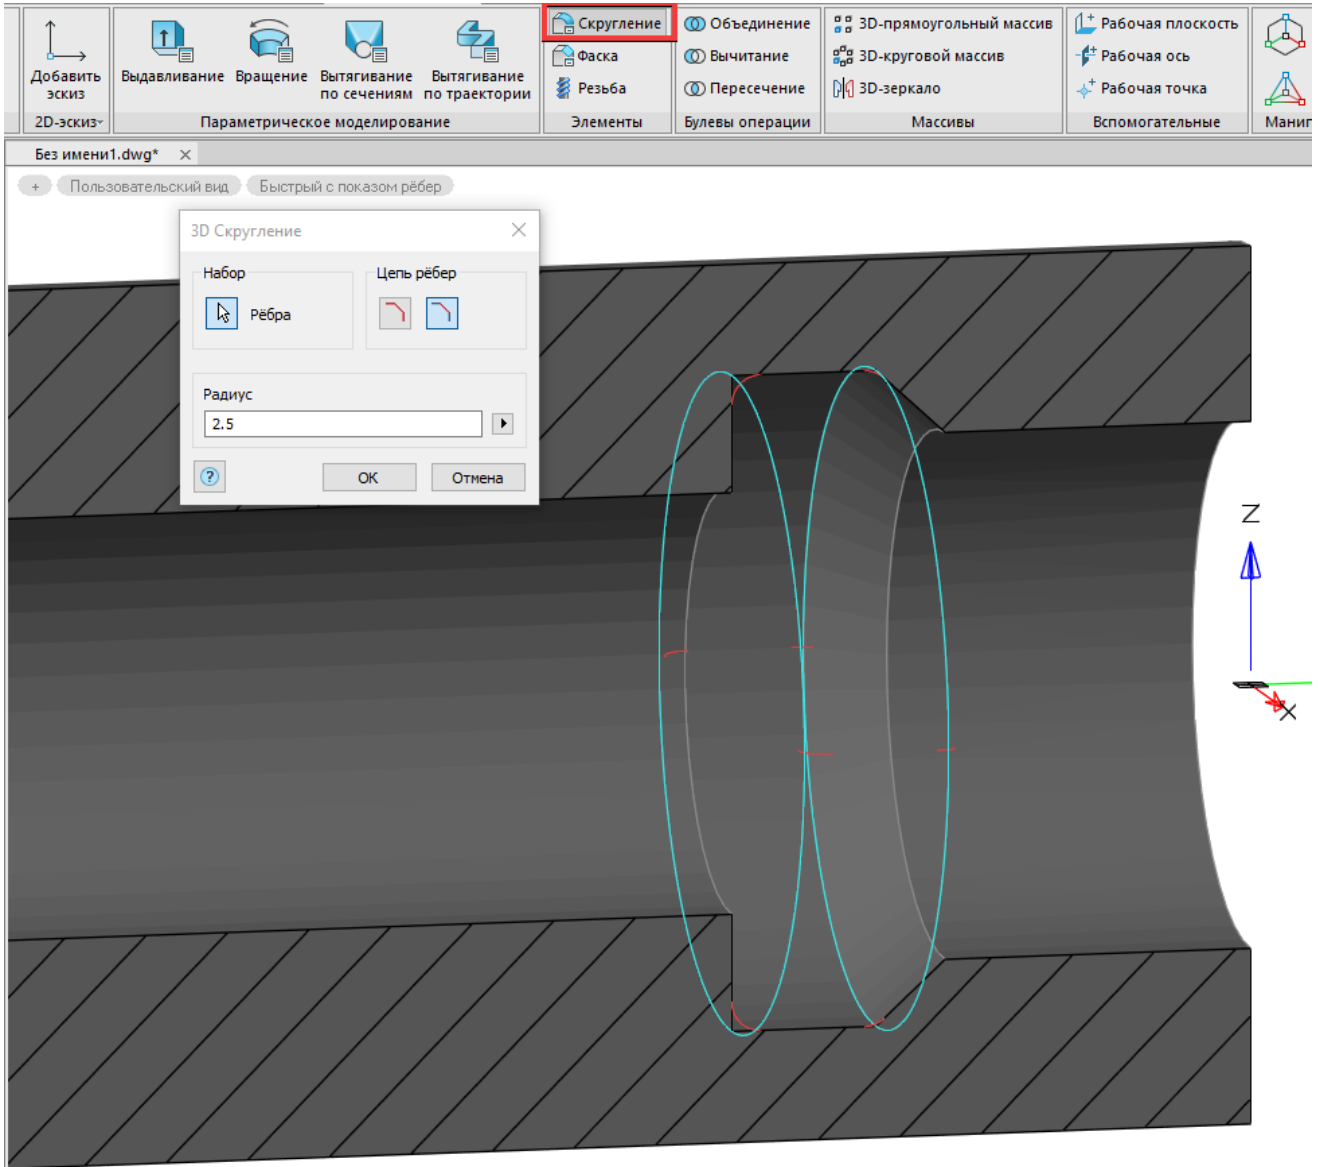

Рис. 19. Создание галтелей
6.1. После активации команды *3D Скругление*, расположенной на вкладке *3D-инструменты*, в появившемся диалоговом окне введите значения радиуса: *2.5*, а затем укажите ребра в тех местах, где должны быть построены галтели. Создание элементов подтвердите нажатием *OK* в диалоговом окне (рис. 19).